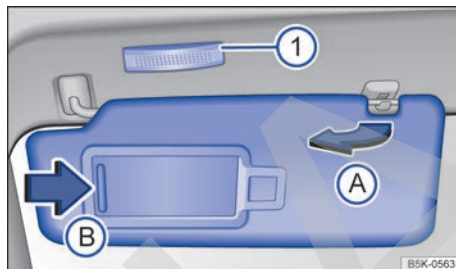

Fig. 115 En el revestimiento interior de la parte delantera del techo: parasol.
- Se pueden extraer del soporte y girar hacia las puertas → fig. 115 (A).
En la parte posterior del parasol hay un espejo de cortesía provisto de una tapa. Al desplazar la tapa → fig. 115 (B), se enciende una luz → fig. 115 (1).